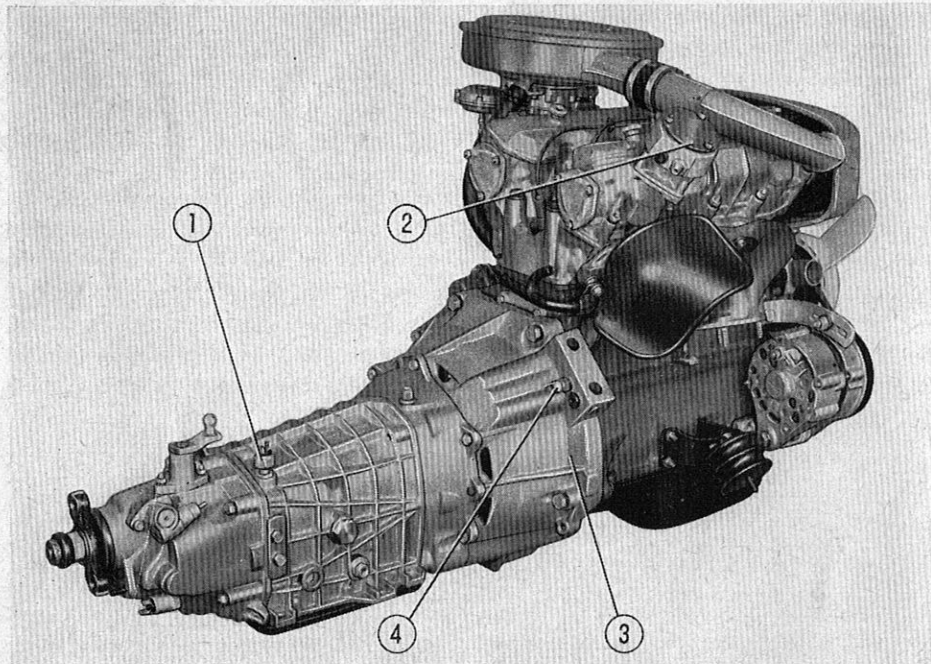

Abb. 5 - Motor, Wandler und Getriebe.
- Drehkolbenpumpe (2, Abb. 5) mit Druckbegrenzungsventil, die das Öl aus dem Behälter ansaugt und unter Druck zum Wandler fördert. Die Pumpe wird über ein Zahnradpaar von der Nockenwelle der Auslassventile angetrieben.